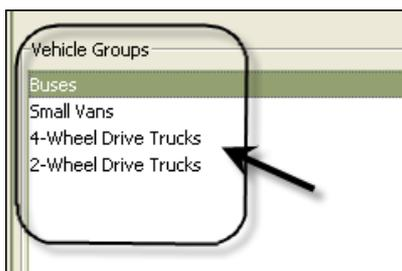

ABB. 153
4. Der bzw. die Name(n) der in Schritt 3 (oben) erstellten Fahrzeuggruppe(n) wird zur Liste der Fahrzeuggruppen hinzugefügt, die auf der Fahrzeuggruppenseite des Fensters angezeigt wird. In ABB. 153 sind vier Fahrzeuggruppen aufgeführt: Busse, Kleinbusse, Lastwagen und Allrad-Lastwagen.